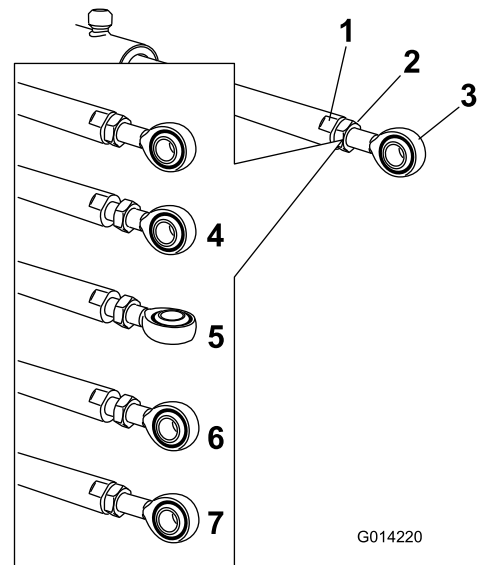

Figure 149
5. Placez une clé sur les méplats de la tige du vérin pour l'immobiliser, puis desserrez l'écrou de blocage (Figure 149).
6. Tournez l'embout dans la tige du vérin pour raccourcir ou allonger le vérin déployé à la longueur voulue (Figure 149).